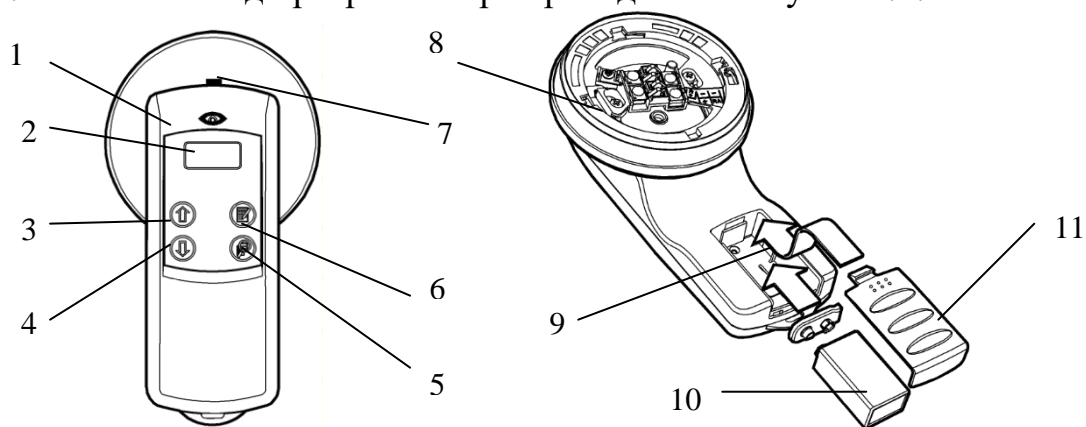

Рисунок 1.1
2.1.5 Устройства, не предназначенные для установки в базу (например, ИПР-И исп. 2 и т.п.), подключаются к разъему 7 (см. Рисунок 1.1) при помощи входящего в комплект принадлежностей программатора кабеля для подключения адресно-аналоговых устройств. Провод от красной клеммы программатора должен подключаться к клемме СЛ+ (IN или OUT) устройства, а от черной – к СЛ- (IN или OUT) устройства.
2.2.2 Для чтения адреса устройства необходимо нажать кнопку "Чтение адреса" (5 Рисунок 1.1). На дисплее программатора появится надпись "АДРЕС
а) с помощью кнопок выбора адреса (3 и 4 Рисунок 1.1) установить адрес ХХХ, где ХХХ – число от 1 до 240, соответствующее записываемому адресу устройства (проконтролировать на дисплее программатора наличие надписи "АДРЕС ХХХ ГОТОВ").